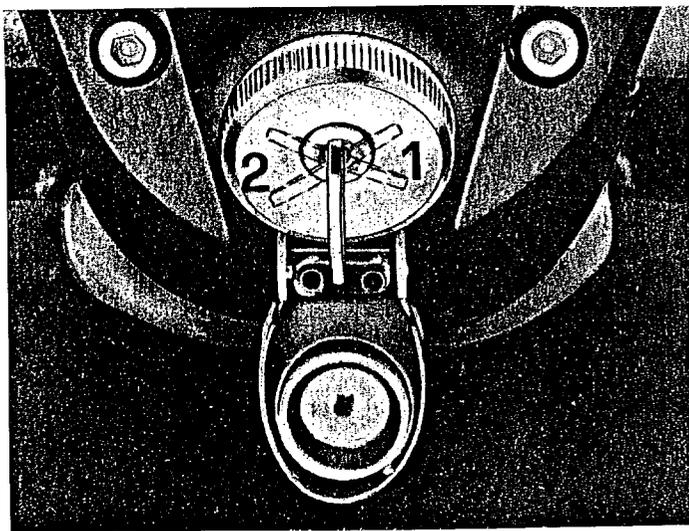

Abb.8
2)SCHALTER ZUM EINSCHALTEN DER STROMVERBRAUCHER, ÜBER SCHLÜSSEL ABSPERRBAR, AM GABELKOPF ANGEBRACHT(S. ABB.8)
- der Schlüssel im Hauptschalter muß sich in Stellung "2" befinden(s. Abb.8);